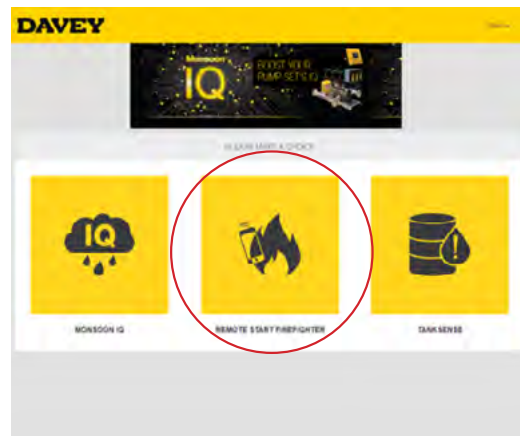

Figure 7.13
- > Cliquez sur l'outil « REMOTE START FIREFIGHTER / DÉMARRAGE À DISTANCE DE LA POMPE FIREFIGHTER » (Figure 7.13) ;